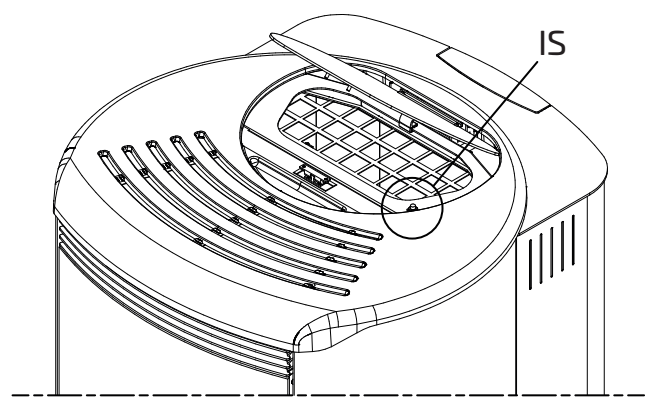

Fig. 8.1
Asegurarse de cerrar bien la tapa del depósito luego de haber realizado la operación de carga del pellet. Un interruptor de seguridad (IS) comprueba el cierre correcto (Fig. 8.1).